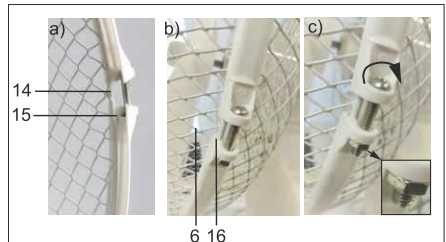

Fig.162: Монтаж передней защитной решетки
12. Установите переднюю защитную решетку (6) на переднюю канавку (16) фиксирующего обода, рис. 162 б.)